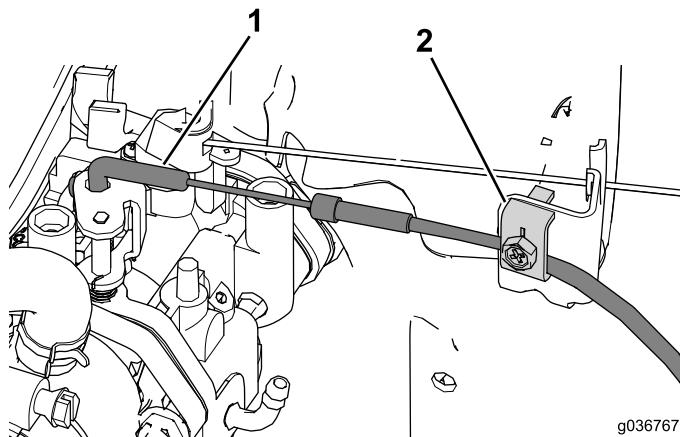

Рисунок 34
- Создайте изгиб на конце троса на дроссельной заслонке в сборе (Рисунок 34).
3. Используйте кабельный зажим для крепления троса дроссельной заслонки по месту (Рисунок 34).